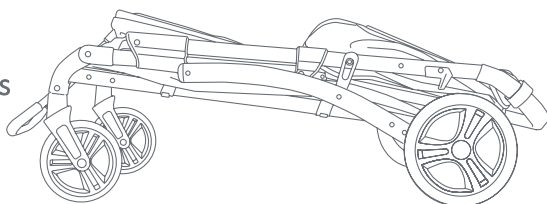

Fig. 8d
- For a compact fold ensure all fabric parts are tucked in neatly (Fig. 8d).
- Para un pliegue compacto, asegúrese de que todas las piezas de tela estén cuidadosamente metidas (Fig. 8d).
- Pour un pliage compact, vous assurer que toutes les pièces en tissu sont soigneusement rentrées (Fig. 8d).